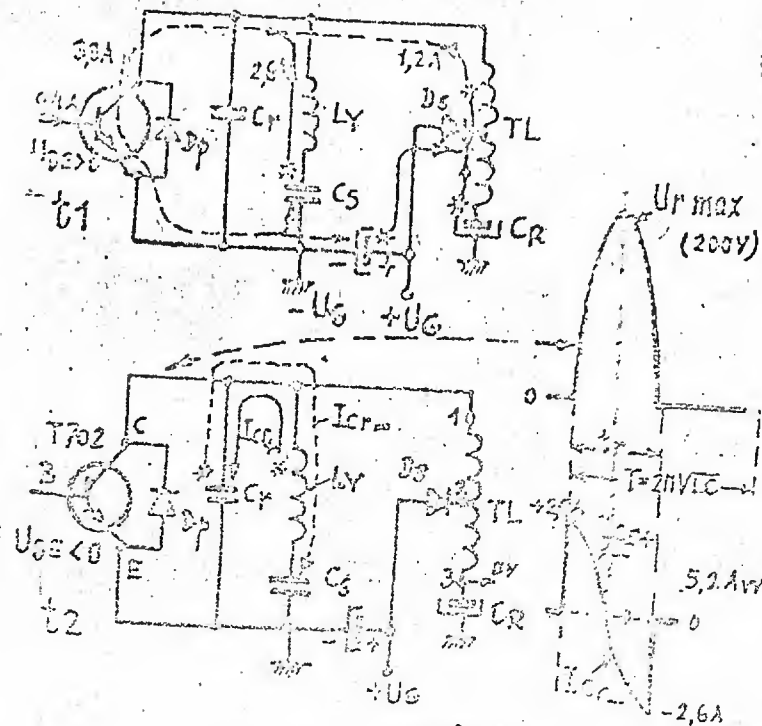

FIG. 6
t1. Se aplică pe borna T702 un impuls pozitiv ($U_{in} > 0$). T702 se deschide și din U_G , prin TL și traseul CE al T702 curge curentul I_G de la $+U_G$ la $-U_G$. Curent mare curge din Cs prin BD (Ly) asigurând deflexia. Curentul I_{T702} trebuie să fie mare (0,4A) pentru a satura tranzistorul. Curentul de colector I_C crește spre 3,8A după o lege liniară; fascicolul se deplasează pe ecran spre dreapta (văzută din față) și atinge marginea ecranului la sfârșitul cursei directe. În bobina de deflexie s-a immagazinat energie. De fapt bilanțul curentilor la sfârșitul cursei directe în colectorul T702 este următorul; cam 2,6A „provine” din Cs și străbătut pe Ly (BDO) iar cca. 1,2A provin din sursa de alimentare prin primarul TL. Vezi fig. 6 (t1).
13. Sfîrșitul cursei inverse coincide cu sfîrșitul primei alternanțe pozitive și marchează începutul cursei directe. Alternanța negativă incipientă a oscilației cu frecvența de $42kHz$ aduce în stare de conducție dioda paralelă de recuperare Dp polarizînd-o cu plus pe A și minus pe C. Semialternanța negativă este absorbită de dioda Dp. Energia din BD (notată în fig. 6 cu L_p) curge o parte în condensatorul Cs care separă bobina de deflexie și o parte prin primarul transformatorului de linii TL în condensatorul de recuperare C_R (spre sursă energia nu poate curge deoarece Ds se opune).